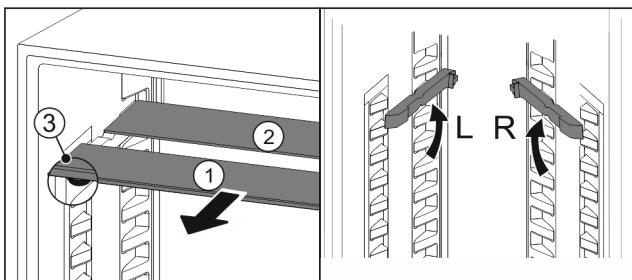

Fig. 105
- Extrageți Fig. 105 (1) pe rând plăcile de sticlă spre înainte.
- Placa de sticlă Fig. 105 (1) cu șipca decorativă se află în față.
- Opritoarele Fig. 105 (3) indică în jos.